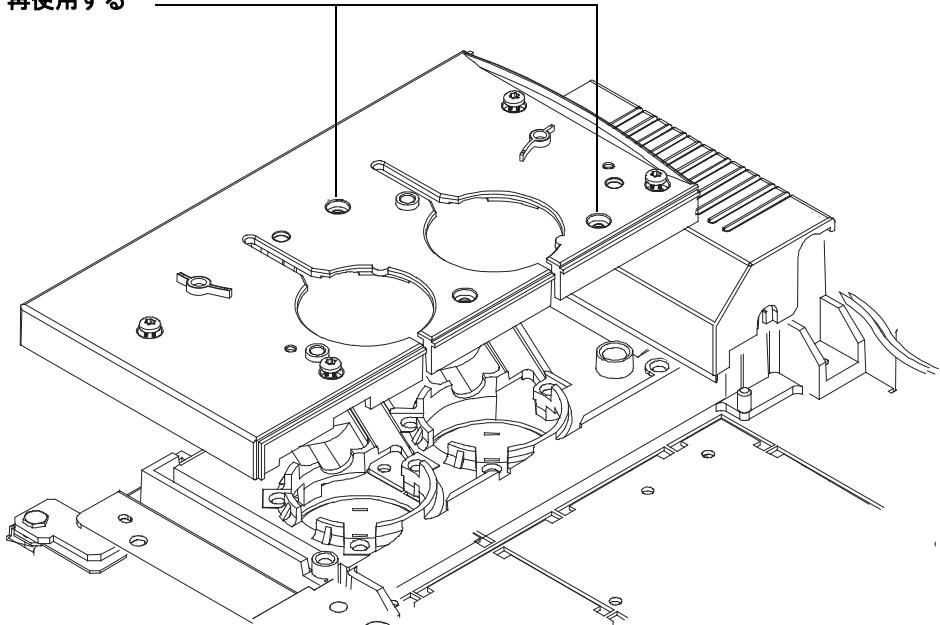

図 3 注入ポート上部カバーと注入口ファンカバーの交換
- 4** 元の注入口カバーに取り付けられていた 2 本のネジを使って、交換用の注入ポート上部カバーを 2 つの穴に固定します (図 3)。